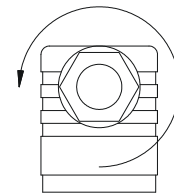

Fig. 9
- ✚ Desserrer le passe-câble à vis ⑤ M16x1,5 (⇒ Fig. 9).